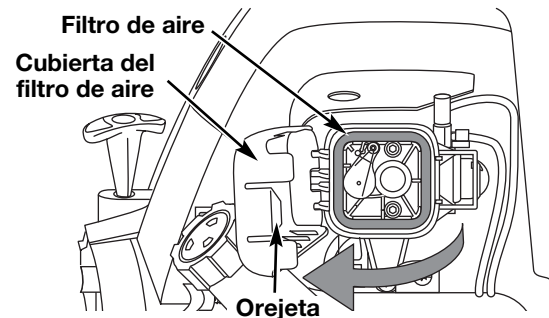

Fig. 32
1. Abra la cubierta del filtro de aire. Empuje hacia adentro la orejeta del lado derecho de la cubierta, y extraiga la cubierta del filtro de aire hacia afuera y hacia la izquierda (Fig. 32).
2. Retire el filtro de aire (Fig. 32).